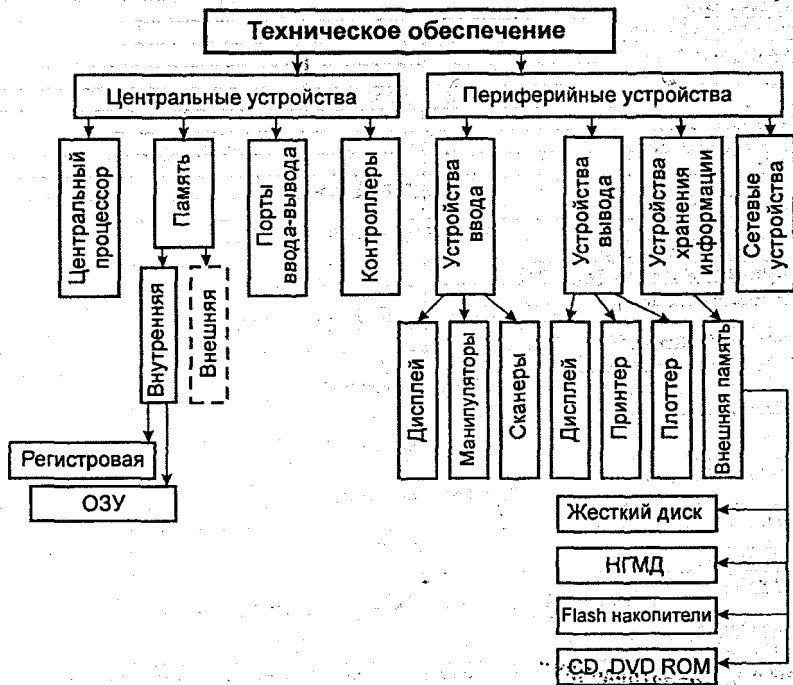

Рис. 1.1. Техническое обеспечение САПР-АД
Техническое обеспечение является инструментальной основой САПР, образующей физическую среду функционирования программной оболочки. Технические средства САПР решают такие задачи, как ввод исходных данных; отображения введенной информации с целью ее корректировки и последующего хранения; документирования проектной информации; оперативного общения проектировщика с системой в процессе решения проектных задач. Состав технического обеспечения САПР приведен на рис. 1.1.
1. Ознакомиться с общими сведениями и нарисовать рис. 1.1.